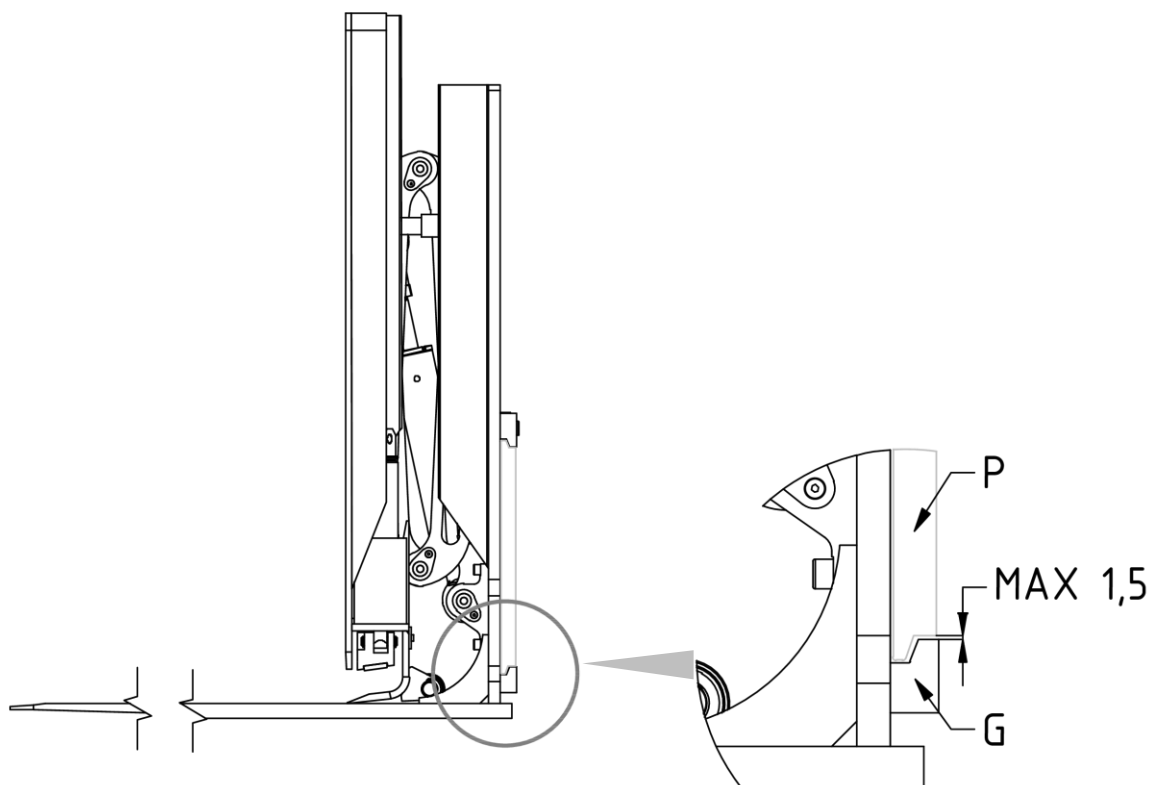

Figura 4
7. Riavvitare i 2 ganci inferiori **G** in modo che il corpo di questi rimanga agganciato anche inferiormente alla piastra porta forche **P** (con gioco max. 1,5mm, vedi dettaglio *Figura 4*), serrando con coppia di serraggio indicata nella *Tabella 3*.
4. Controllare il gioco fra la parte inferiore della piastra porta forche e i ganci inferiori dell'attrezzatura, verificando che sia come indicato in *Figura 4* (pag.13) e, eventualmente, intervenire sul serraggio delle viti che li sorreggono.